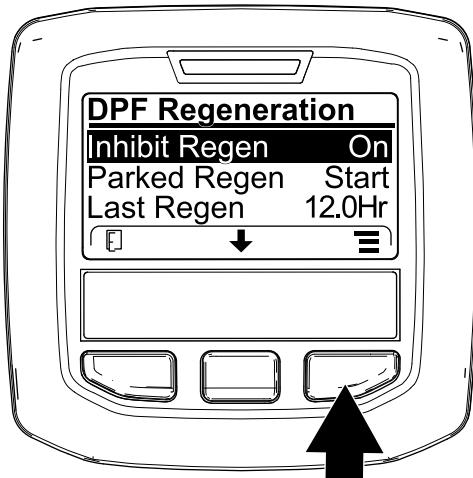

Bild 30
1. Navigieren Sie auf das Menü „DPF Regeneration“, drücken Sie die mittlere Taste und navigieren Sie auf die Option INHIBIT REGEN.; drücken Sie die rechte Taste, um den Eintrag „Inhibit Regen.“ auszuwählen (Bild 30).
2. Drücken Sie die rechte Taste, um die Einstellung für das Verhindern der Regenerierung von „On“ in „Off“ (Bild 30) oder von „Off“ in „On“ (Bild 31) zu ändern.